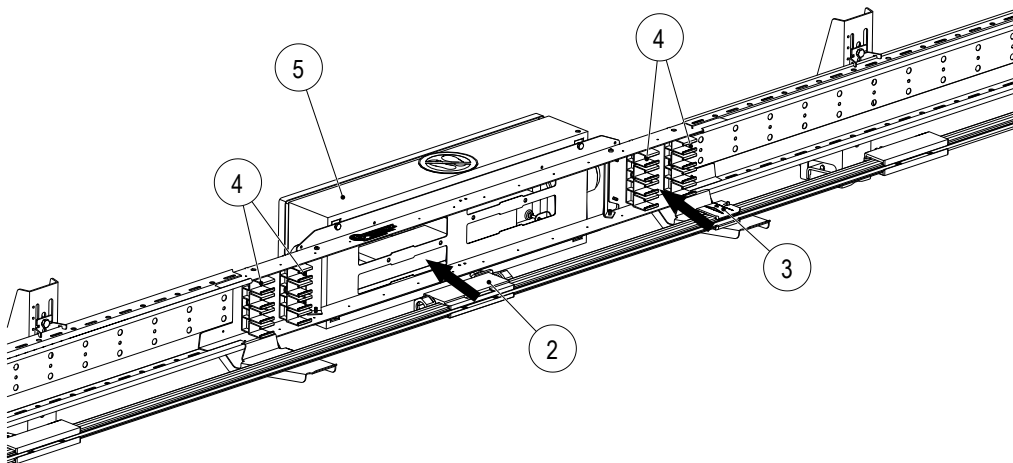
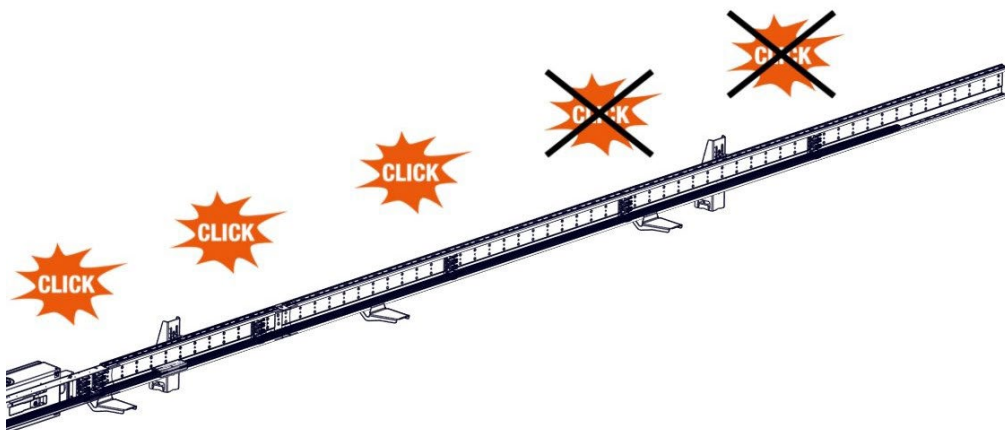

Abb. 30: Schleifleitungsschiene mit Einspeisung (2) und Fixpunkt (3) in Klemmenkasten (5) montieren
Abb. 31: Die letzten Schienenhalter bei den weiteren Schleifleitungsschienen nicht einhängen
4. Die verbundenen Schleifleitungen so in die Schienenhalter einhängen, dass die montierte Einspeisung (2) in die Klemmenkasten-Aussparung passt und der Fixpunkt (3) zwischen seinen Schienenhalter (4) positioniert wird (siehe Abb. 30). Dabei die PE-Position der Schleifleitungsschiene beachten (Conductix-Wampfler empfiehlt, die PE-Schiene als letzten bzw. unteren Pol anzubringen (von oben betrachtet)). Die weiteren Schleifleitungsschienen in die Schienenhalter einhängen. Für eine bessere Handhabung die weiteren Schleifleitungsschienen noch nicht in die zwei letzten Schienenhalter einhängen (siehe Abb. 31).